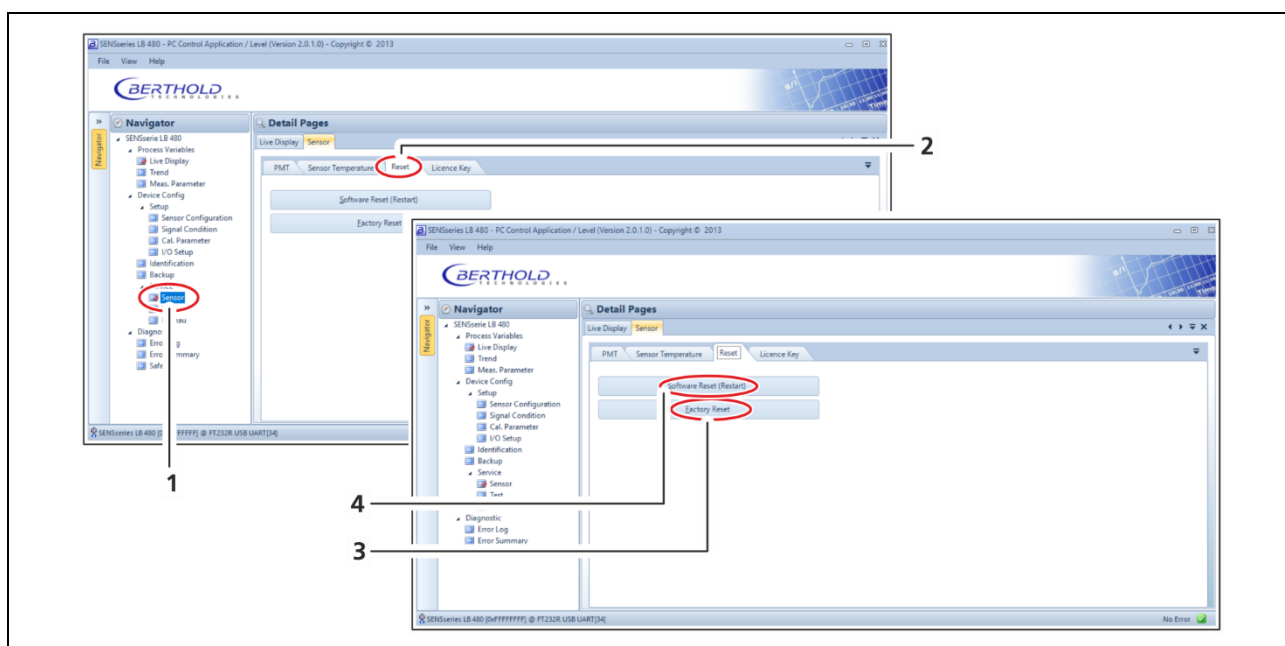

Abb. 8 Factory Reset und Software Reset (SW-Reset)
28. Öffnen Sie das Programm *LB 480-PC UserInterface* (Baudrate 38400) und klicken Sie im Menübaum auf **Device Config ► Service ► Sensor** (Abb. 8, Pos.1).
29. Klicken Sie in der Registerkarte „Reset“ (Abb. 8, Pos.2) auf die Schaltfläche <Factory Reset> und bestätigen Sie mit <Yes> (Abb. 8, Pos.3).
30. Führen Sie nach dem Factory Reset einen Software-Reset durch, indem Sie auf die Schaltfläche <Software Reset> (Abb. 8, Pos.4) klicken.